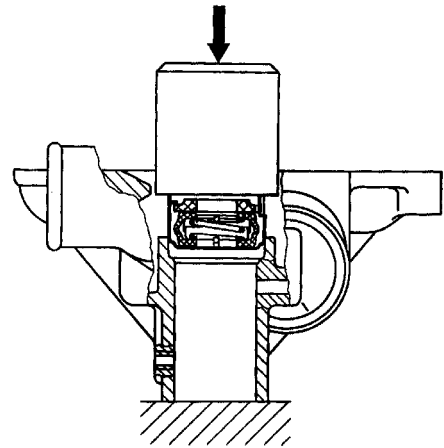

Рисунок 51 – Запрессовка сальника
- с помощью оправки установить сальник в корпус насоса, не допуская перекоса (Рисунок 51), предварительно смазав наружную поверхность сальника чистым моторным маслом;